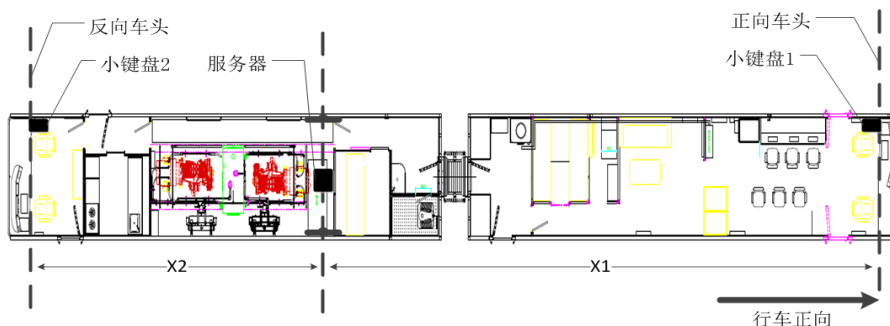

图 4-12 小键盘安装示例 2
- ② 2 个小键盘分别位于定位断面两侧车头，如图 4-12 所示（多见于探伤车、地铁检测车及高速综合检测车）：